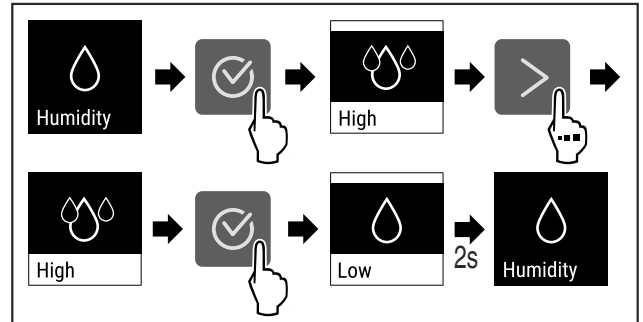

Fig. 76
- ▶ Udfør handlingstrinene (se Fig. 76).